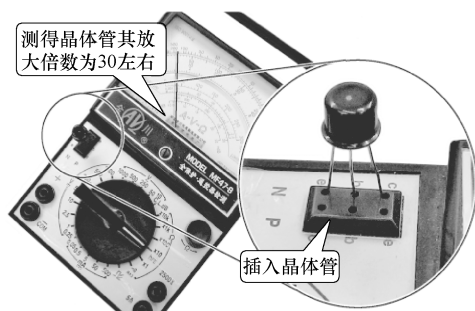

图 1-3 检测晶体管放大倍数
(4) 晶体管直流放大倍数测量 (h_{FE})。转换开关至 $R \times 10h_{FE}$ 处，用与欧姆档相同方法进行调零，然后将 NPN 型或 PNP 型晶体管对应插入 N 或 P 插孔内 (见图 1-3)，指针指示值即为该管的直流放大倍数。如指针大于 1000 时应检查：①是否插错管脚。②晶体管是否已坏。